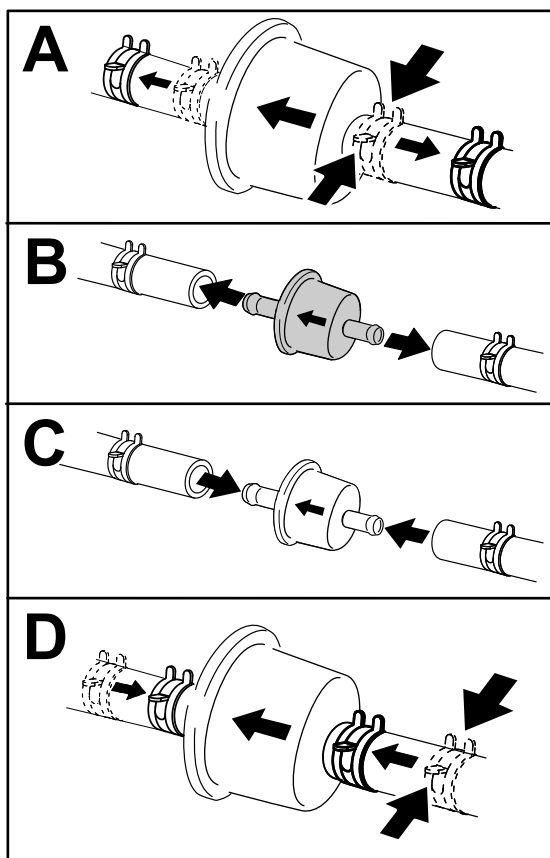

Figure 46
3. Remplacez le filtre à carburant (Figure 46).